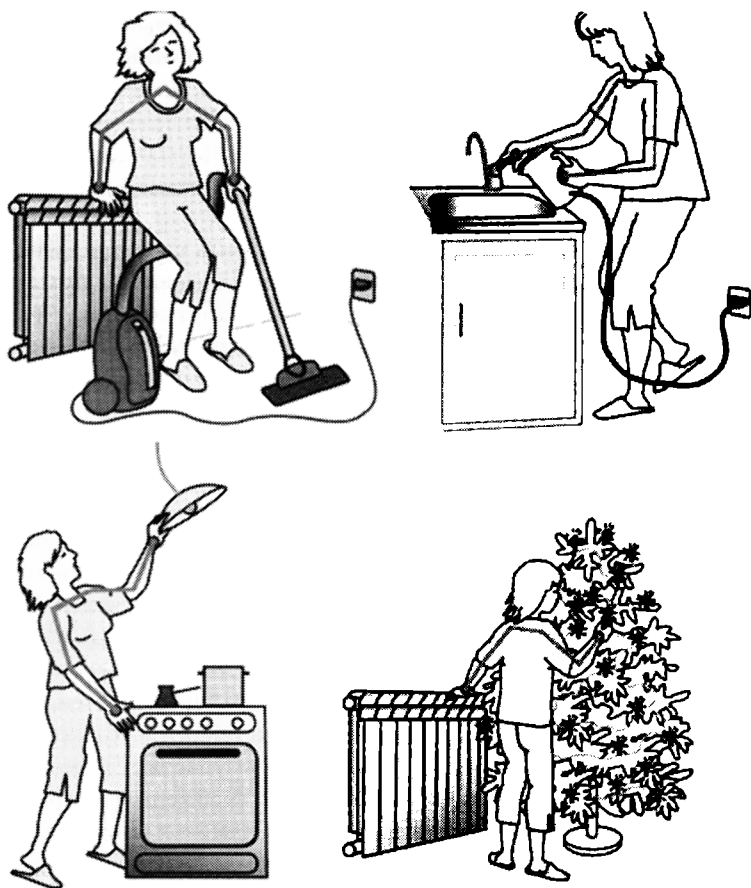

Рис. 2.72. Возможные случаи получения удара электротоком
4. Не прикасайтесь одновременно к бытовым приборам, подключенным к сети, и заземляющим предметам (трубам или батареям отопления). Если корпус прибора «пробивает», можно получить электроудар (рис. 2.72).